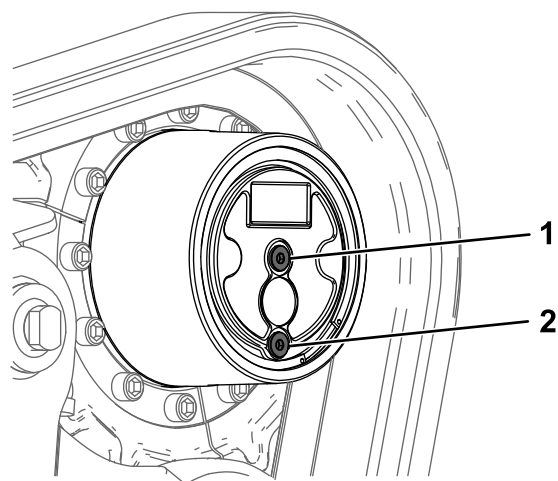

Figura 67
2. Aparque la máquina en una superficie nivelada hasta que el tapón de vaciado esté en la posición de las 6 (Figura 67), ponga el freno de estacionamiento y baje los brazos de carga.
5. Retire el tapón de verificación y el tapón de vaciado y deje que se vacíe el lubricante de engranajes (Figura 67).
6. Instale el tapón de vaciado (Figura 67).